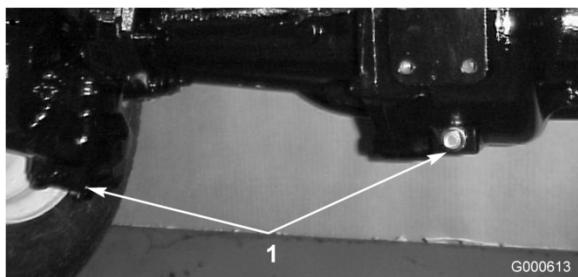

Figura 45
- Pulite attorno ai tre tappi di spуро, uno per lato ed uno in centro (Figura 45).